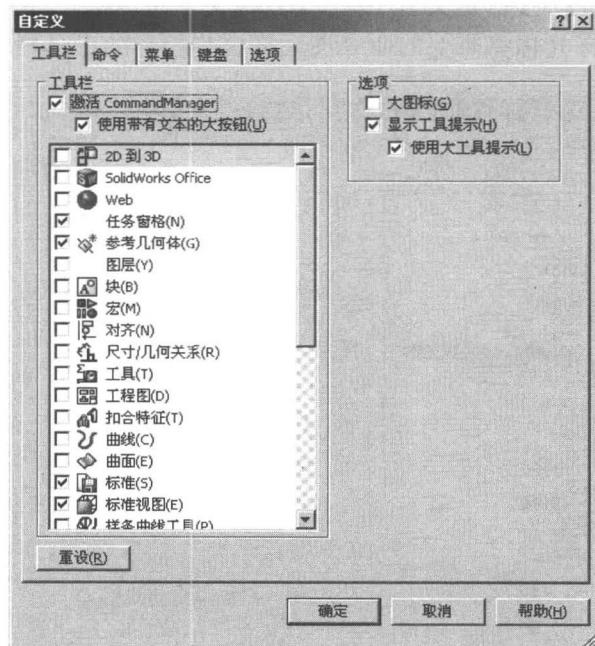

图 1-9
(2) 选择菜单命令【工具】/【自定义】，弹出【自定义】对话框，在【工具栏】选项卡中选择需要显示的工具栏名称，即可显示相应的工具栏，反之可取消显示，如图 1-9 所示。